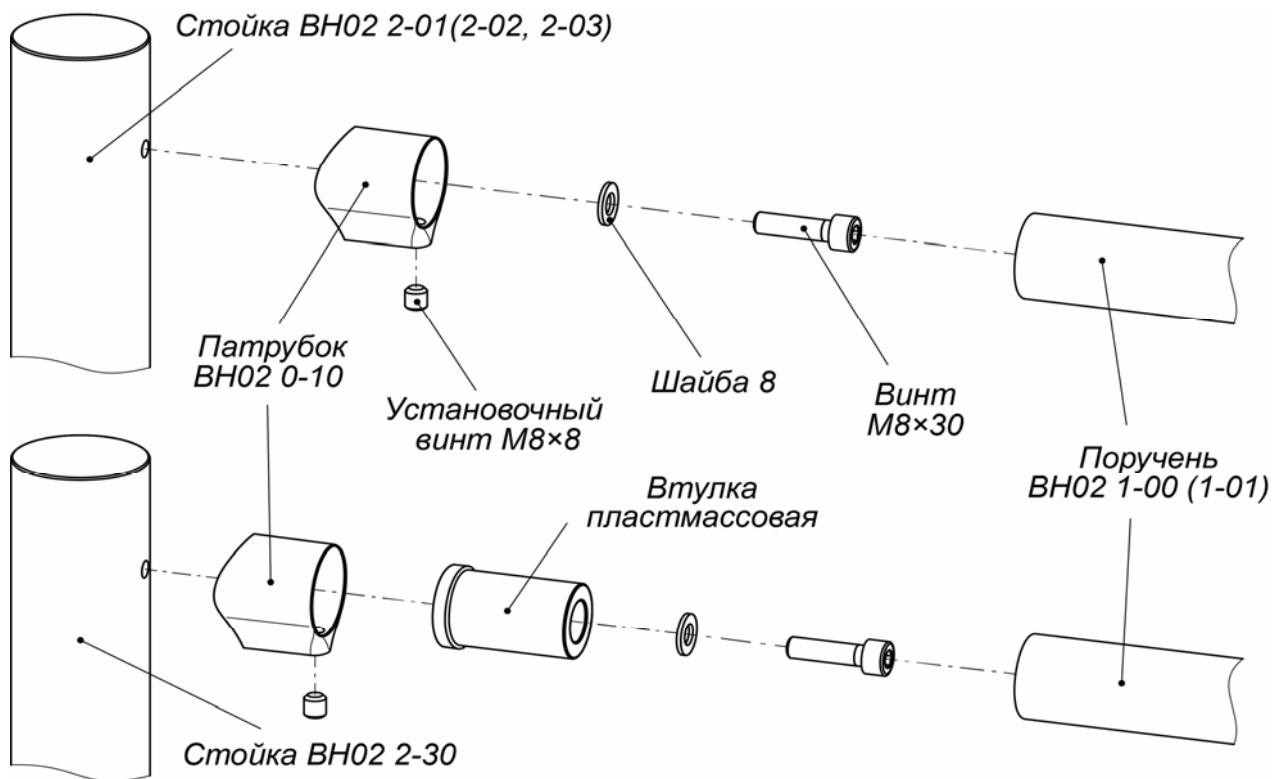

Рисунок 9. Схема крепления поручней к стойкам ограждения с использованием прямого патрубка BH02 0-10
2. На стойках секции закрепите винтами M8×30 патрубки **BH02 0-10(11)** для крепления поручней (см. рис. 9, 10). Винты входят в комплект поставки патрубков.
2. На обеих стойках секции **BH02 2-30** соберите патрубки **BH02 0-10** для крепления поручней, предварительно вставив в них втулки пластмассовые из комплекта поставки стоек (см. рис. 9), и закрепите их на стойках винтами M8×30 из комплекта поставки патрубков. Поручни в патрубки устанавливаются позже.